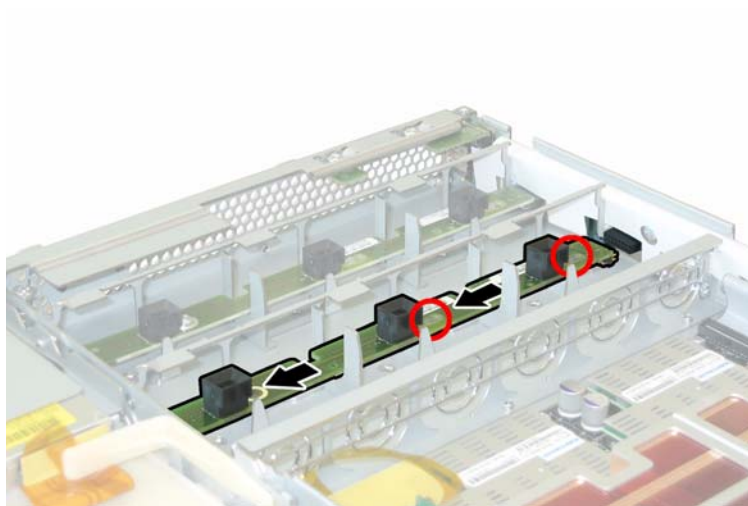

图 3-20 拆卸风扇连接器板
6. 将风扇连接器板朝机箱的中央滑动，使其从前面 I/O 板上断开，并使其从机箱的两个固定卡扣中松脱。请参见图 3-20。